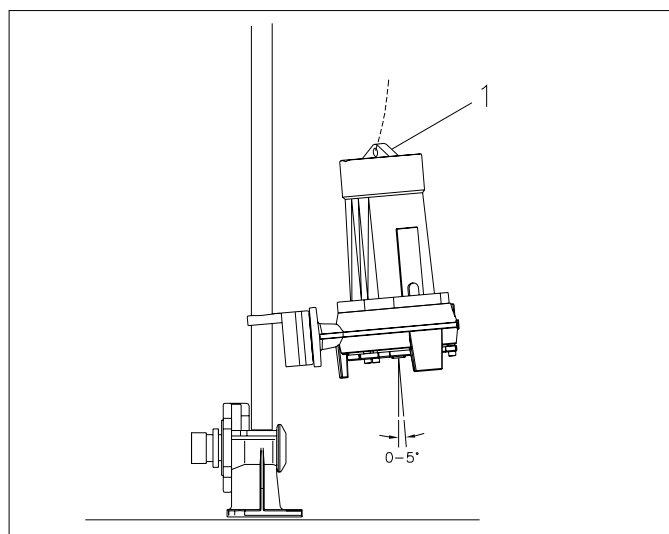

Fig. 6.3
- De hoek van de pomp bij het koppelen of ontkoppelen t.o.v. de geleidebuis tussen de 0° en 5° is, zie fig. 6.3. (Deze hoek is te beïnvloeden door het bevestigingspunt (1) van de hijsketting te verplaatsen).